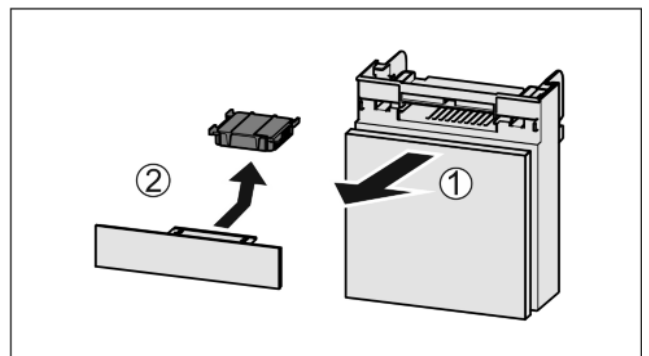

Fig. 41
- ▶ Tõmmake Fig. 41 (1) laegas ettepoole välja.
- ▶ Võtke Fig. 41 (2) aktiivsõefilter välja.